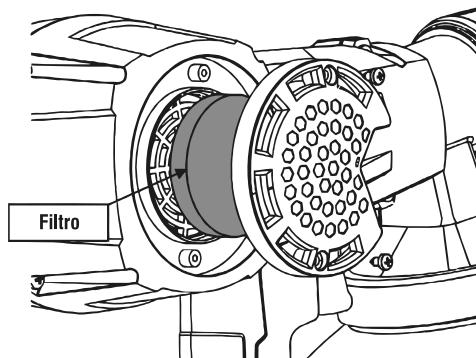

Fig. 8 - Substituição do filtro
- O usuário deve, frequentemente, verificar as condições do filtro que se encontra na lateral da máquina. A boa condição do filtro influencia diretamente no rendimento do equipamento. Para substitui-lo é simples, basta retirar os dois parafusos cabeça tipo phillips, retirar a proteção e trocar o filtro, conforme mostra a Fig. 8.